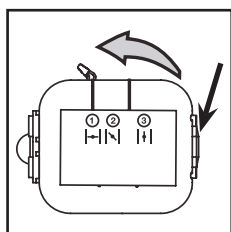

Fig. 25
1. Para abrir a tampa do filtro, empurre a aba de travamento do lado direito da tampa e puxe a tampa do filtro de ar levemente para fora e para a esquerda (Fig. 25).